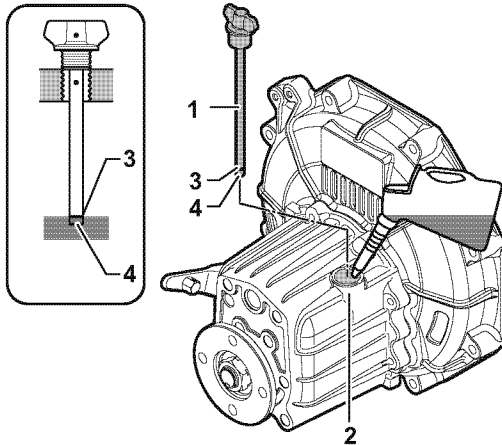

Figure 7
1. Zorg ervoor dat de motor is uitgeschakeld. Zorg ervoor dat de motor is zo vlak mogelijk wordt gehouden en het gebied rond de vulopening van de keerkoppeling schoon is (**Figure 7, (2)**).
3. Verwijder de peilstok (**Figure 7, (1)**) en veeg af met een schone doek.
4. Dompel de peilstok terug onder zonder in te draaien. Zie afbeelding (**Figure 7**).
5. Verwijder de peilstok. Het oliepeil moet tussen de bovenste (**Figure 7, (3)**) en onderste (**Figure 7, (4)**) lijnen op de peilstok komen.
3. Vul met olie tot de bovengrens op de peilstok (**Figure 7, (3)**). Zie keerkoppelingsolie specificaties op pagina 29.